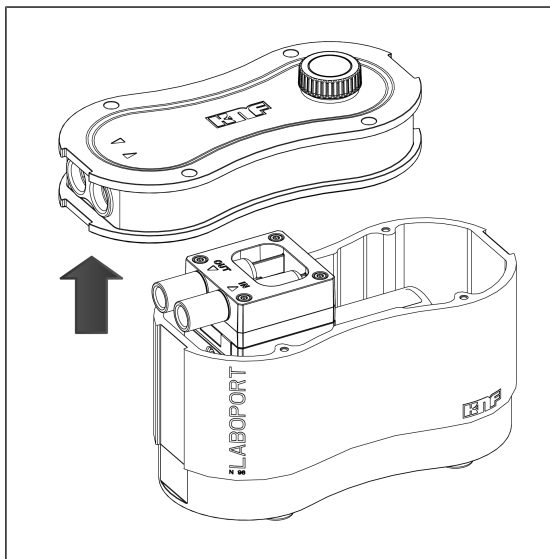

Fig.10: Retrait du couvercle du carter
3. Enlevez prudemment le couvercle du carter (2) et déposez-le à côté du carter de la pompe (3) (voir Fig. 10).
- i** En enlevant le couvercle du carter (2), veillez à ce qu'aucun effort de traction trop important ne s'exerce sur les câbles resp. que les câbles ne soient pas endommagés